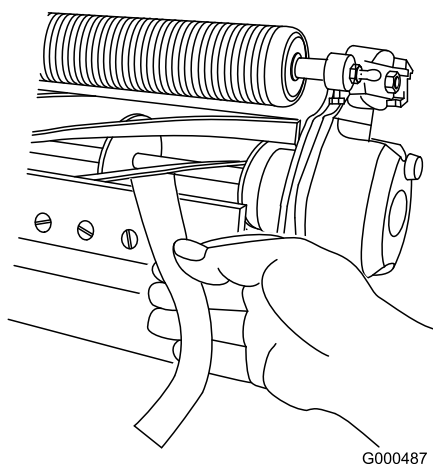

図 18
3. 切れ味確認用のペーパートロのパーツ番号 125-5610を一枚、リールと下刃との間に、下刃に対して直角になるように差し入れて、カッティングユニットの切れ味をテストする 図 18。**ゆっくりと** リールを回転させるこれで紙が切れれば合格である。